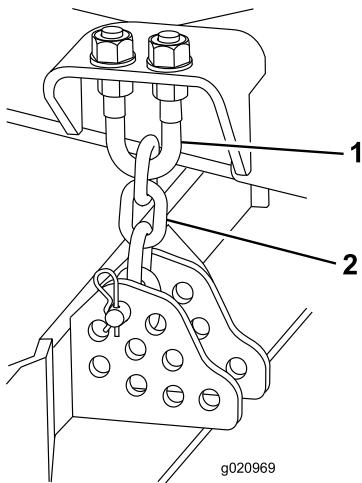

Bild 105
1. Lockern Sie die Klemmmuttern an der Ober- oder Unterseite des U-Bügels an der Schnitthöhenkette (**Bild 105**).